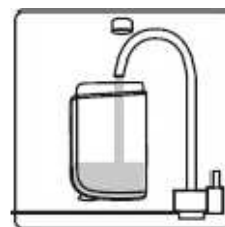

fig.14
2. Desatornille el tapón del depósito y llénelo de agua. (fig.14)